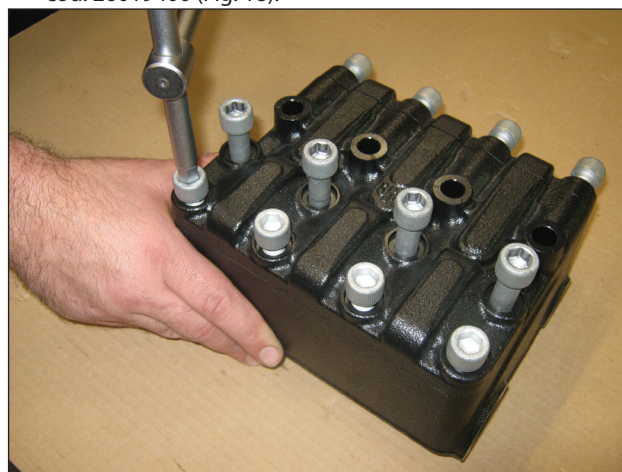
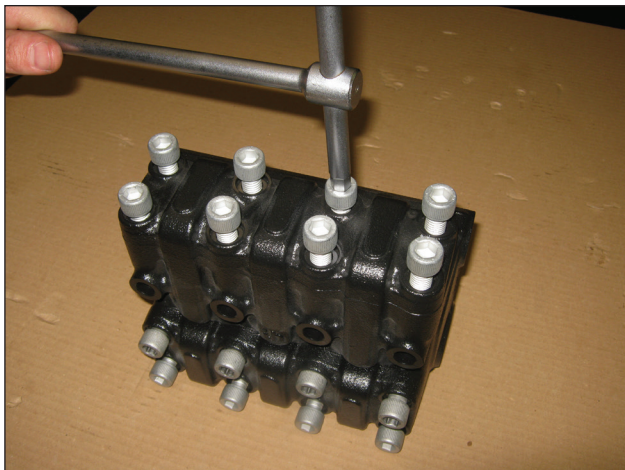

Fig. 16
Fig. 17
- Quitar los 4 tornillos M12x130 y los 4 tornillos M12x45 de fijación de la tapa de las válvulas de aspiración y los 8 tornillos M12x35 de fijación de la tapa de las válvulas de envío (Fig. 16 y Fig. 17);